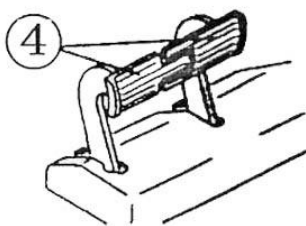

Рис. 2-9
### 2.2.1.6 Рычаг блокировки тормоза (6) (Рис. 2-9)